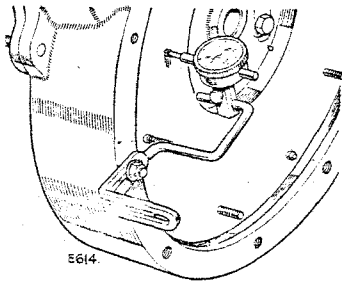

Fig. A-324—Comprobación de la desviación de la superficie del volante.
3. Verifíquese la desviación de la superficie del volante según ilustrado en Fig. A-324. La desviación en la superficie de la rueda volante no debe exceder 0,05 mm.